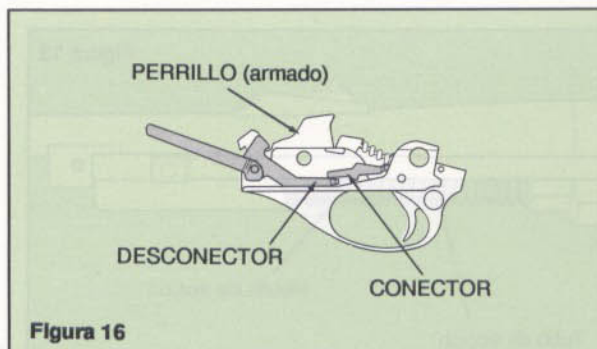

Figura 16
6. Verifique que el extremo del desconector se encuentre bajo el extremo del conector izquierdo. Vea la Figura 16.